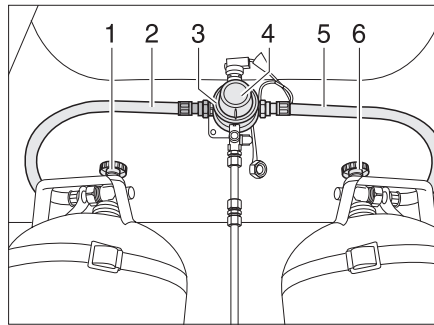
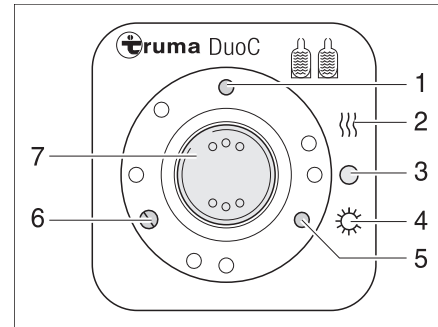

Bild 90 DuoControl-omkopplingsenhet
Bild 91 Kontrollenhet
DuoControl-omkopplingsenheten består av en omkopplingsventil (Bild 90,3) och kontrollenheten (Bild 91). Omkopplingsventilen är monterad mellan gasslang (Bild 90,2 och 5). Med vredet (Bild 90,4) på omkopplingsventilen ställer man in vilken gasflaska som ska användas som driftflaska och vilken som ska användas som reservflaska.
Med kontrollenheten (Bild 91) kan endast de elektriska funktionerna styras. Gasflaskornas huvudavstängningsventiler (Bild 90,1 och 6) måste öppnas för hand.
Omkopplingsventilen sørjer för ett konstant gastryck, oberoende av vilken gasflaska som används. De båda kontrolllamporna på kontrollenheten indikerar driftflaskans tillstånd. När den gröna kontrolllampan (Bild 91,6) lyser är driftflaskan full. När den röda kontrolllampan (Bild 91,5) lyser är driftflaskan tom. Gasen matas sedan via reservflaskan.
- Öppna huvudavstängningsventilerna på gasflaskorna (Bild 90,1 och 6).
- Välj vilken gasflaska som ska prioriteras (driftflaska) med vredet (Bild 90,4) på omkopplingsventilen (Bild 90,3).
- Slå på DuoControl-omkopplingsenheten på kontrollenheten (Bild 91).
- Ställ för detta vippkontakten (Bild 91,7) på vinterdrift "På och uppvärmning" (Bild 91,2) eller på sommarkdrift "På" (Bild 91,4). Omkopplingsventilen har nu avluftats. Den gula kontrollampan (Bild 91,1) lyser när vinterdrift är valt och avfrostsansläggningen för regulatorer är påslagen.
- Ställ vippkontakten (Bild 91,7) i läge "O" (Bild 91,3). Den gula kontrollampan (Bild 91,1) slocknar.
- Stäng huvudavstängningsventilerna på gasflaskorna (Bild 90,1 och 6).
**Fjärravläsning** Kontrolllamporna på kontrollenheten (Bild 91,5 och 6) signalerar, inne i fordonet, om driftflaskan är driftklar.
**Byte av gasflaskor** När den gröna kontrollampan (Bild 91,6) lyser under drift och den röda kontrollampan (Bild 91,5) slocknar är den gasflaska som är vald som driftflaska tom och måste bytas. Gasförbrukarna försörjs med gas från reservflaskan.